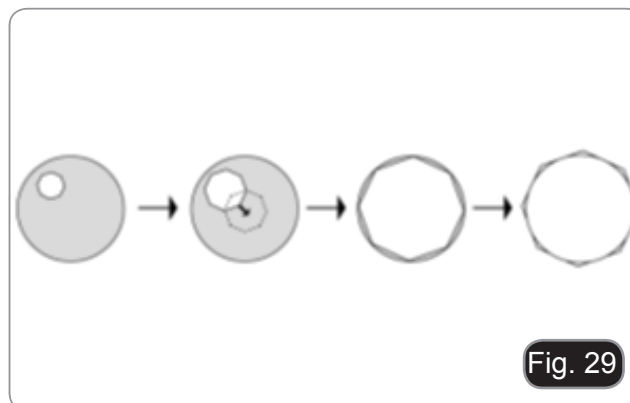

Fig. 29
4. Aprire gradualmente il diaframma inserendo la leva ①. Il diaframma è centrato quando l'immagine del diaframma è simmetrica al campo visivo. (Fig. 29)